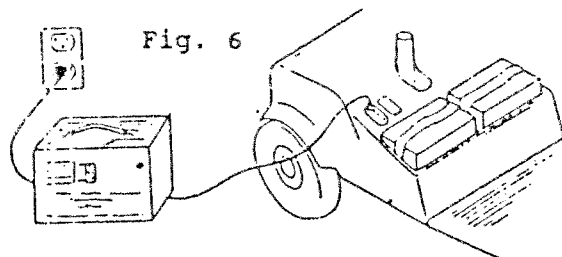

Fig. 6
3. Connect AC cord to 120 volt AC outlet. (Fig. 6)